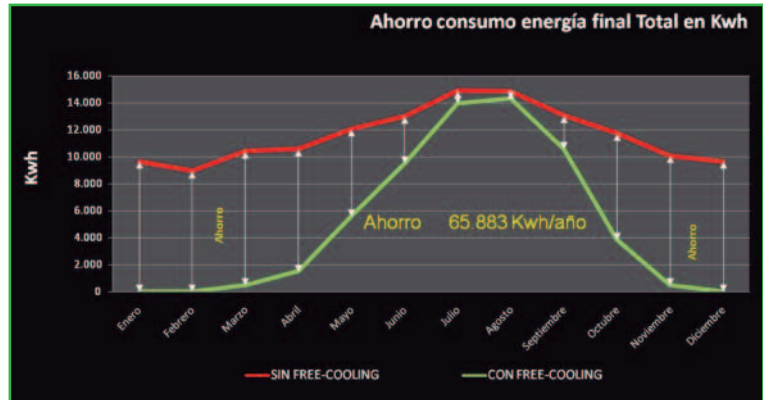

Figura 2.
**1.- Centro de procesamiento de datos (CPD) (figura 2):**